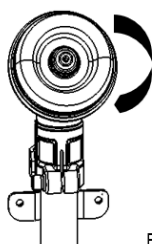

Fig.2
1. Retirez l'écrou (dans le sens des aiguilles d'une montre), le cache-poussière et la plaque support de la boîte de vitesses ; (Fig. 2 et 3).